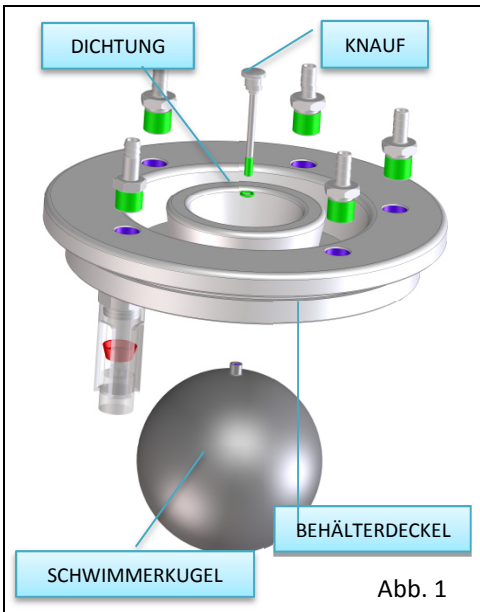

Abb. 1
3. Montieren Sie den Überlaufschutzwimmer (Abb. 1), indem Sie die Knaufschraube mit der Dichtung in das vorgesehene Loch in der Mitte des Behälterdeckels stecken. Setzen Sie dann die Schwimmerkugel unter den Deckel und schrauben ihn auf die Knaufschraube.